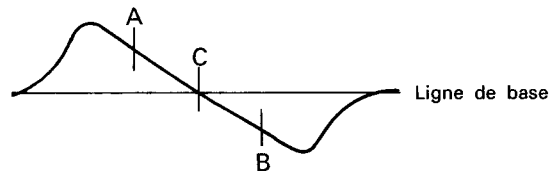

Fig. 12
- Utiliser le noyau de T203 pour former la coubre-S indiquée sur la Fig. 12. Régler la symétrie de A et B au niveau du point C pour la linéarité.